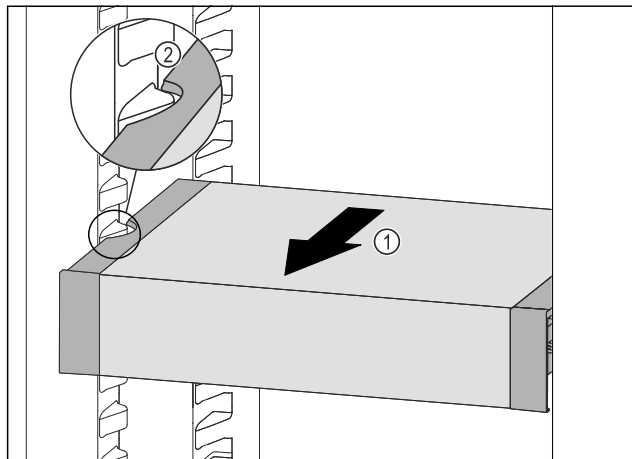

Fig. 68
- Tirare VarioSafe in avanti Fig. 68 (1) fino a quando le cavità laterali di VarioSafe non si trovano al livello della nervatura del contenitore nel vano frigorifero. Fig. 68 (2)